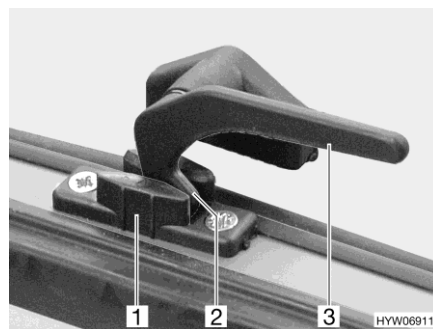

Fig. 26 Leva di serraggio (posizione "Aerazione continua")
- In posizione di "Aerazione continua" (Fig. 26)
- Ruotare tutte le leve di serraggio (Fig. 26,3) di un quarto di giro verso il centro della finestra.
- Girare nuovamente all'indietro tutte le leve di serraggio. Riportare contemporaneamente il nasello di chiusura (Fig. 26,2) nella rientranza della chiusura della finestra (Fig. 26,1).